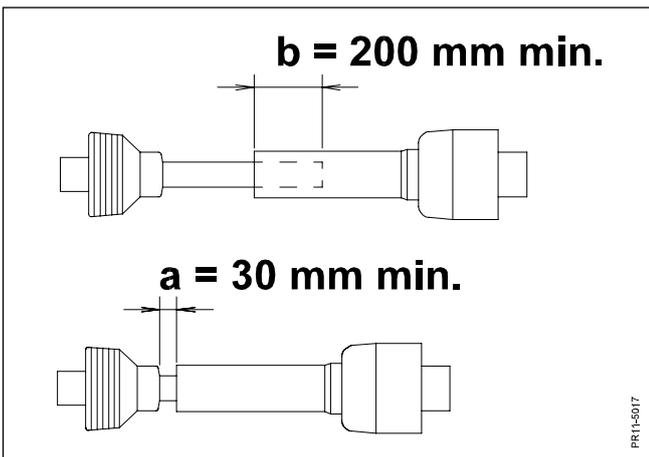

Fig. 2-9
- Fig. 2-9** Den maximalen Einschlagwinkel "C" mit gehobener Maschine kontrollieren. Wegen der Plazierung der Gelenkwelle wird der Einschlagwinkel "C" dadurch begrenzt, daß die Gelenkwelle nicht weiter zusammengedrückt wird, als daß es immer 30 mm Freiraum zur Kupplung gibt.